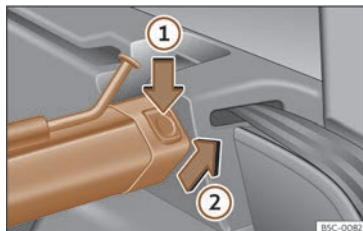

Fig. 196 Dans le coffre à bagages : démonter le filet de séparation.
- Appuyez sur la touche de déverrouillage gauche ou droite >>> **fig. 196** dans le sens de la flèche ①.
- Retirez la structure du support dans le sens de la flèche >>> **fig. 196** ②.
- Appuyez sur la structure sur les supports gauche et droit dans le sens contraire à la flèche >>> **fig. 196** ② jusqu'à ce qu'elle s'enclenche. Les repères rouges des touches de déverrouillage ne devront pas être plus visibles.